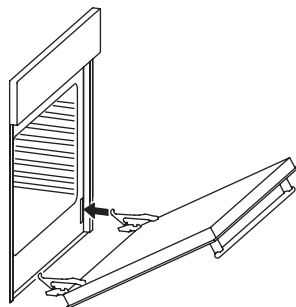

fig. 13: Ovendeur plaatsen
- Schuif de scharnieren zodanig in de steunen, dat de inkeping aan de onderkant van het onderste scharnier op de rand van deze steunen rust (zie fig. 13).